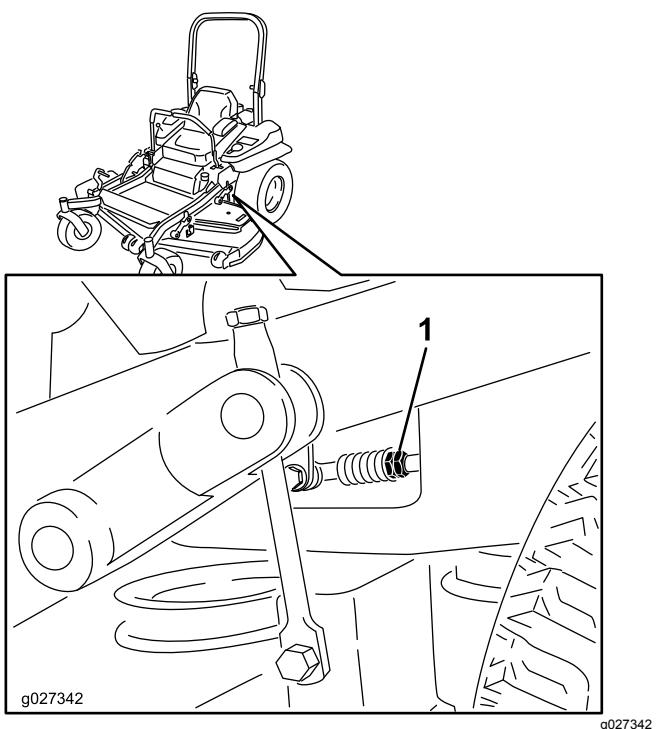

Figure 83
9. Réglez la longueur des tiges de pompes en tournant les doubles écrous dans le sens voulu jusqu'à ce que les roues tournent légèrement en marche arrière (Figure 83).